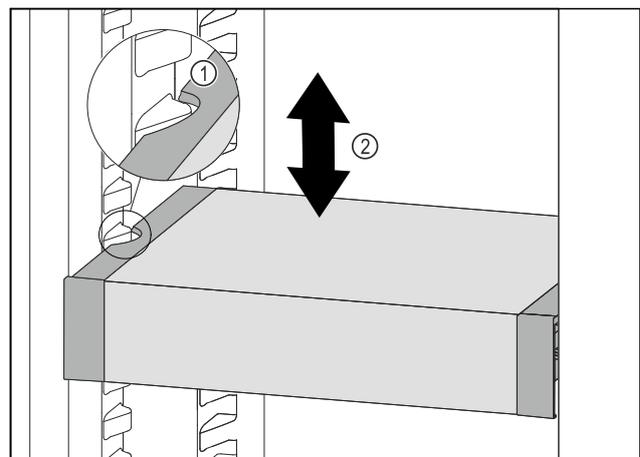

Fig. 139
- ▶ VarioSafe nach vorne ziehen, bis sich die seitlichen Aussparungen des VarioSafes auf Höhe der Behälterrippe im Kühlteil befinden. Fig. 139 (1)
- ▶ VarioSafe im Kühlteil nach oben oder unten bewegen, bis gewünschte Höhe erreicht ist. Fig. 139 (2)